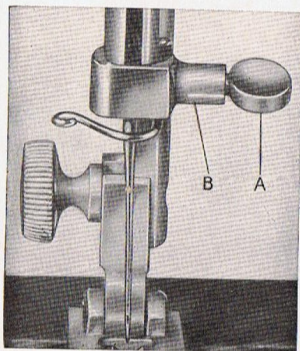

Abb. 3.
Die Nadelhalterschraube (A in Abb. 3) lösen. Die Nadel in den Nadelhalter (B) einsetzen und ganz nach oben schieben. Achten Sie darauf, dass die flache Seite der Nadel von Ihnen abgewendet ist! Dann Nadelhalterschraube fest anziehen und kontrollieren, ob die Nadel richtig eingesetzt ist. Die lange Rinne über dem Oehr muss Ihnen zugewendet sein. Die Doppelnadel ist auf gleiche Weise einzusetzen.